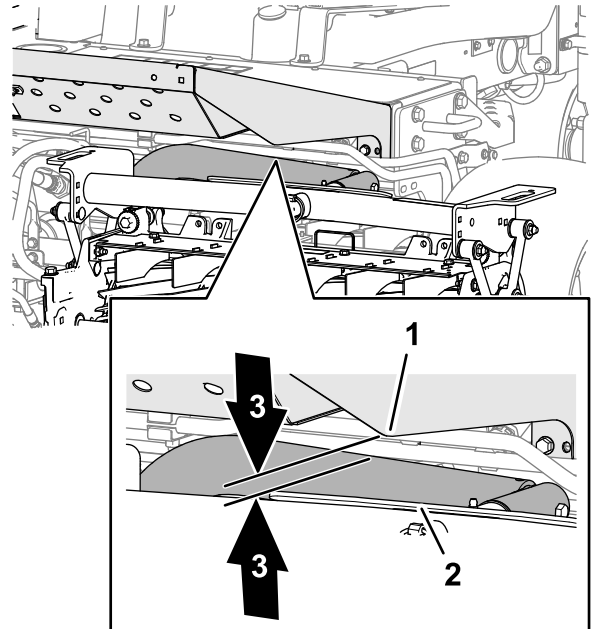

Bild 24
3. Messen Sie an den vorderen Mähwerken den Abstand zwischen dem linken Hubarm und der Bodenplattenhalterung sowie dem rechten Hubarm und der Bodenplattenhalterung (Bild 24).